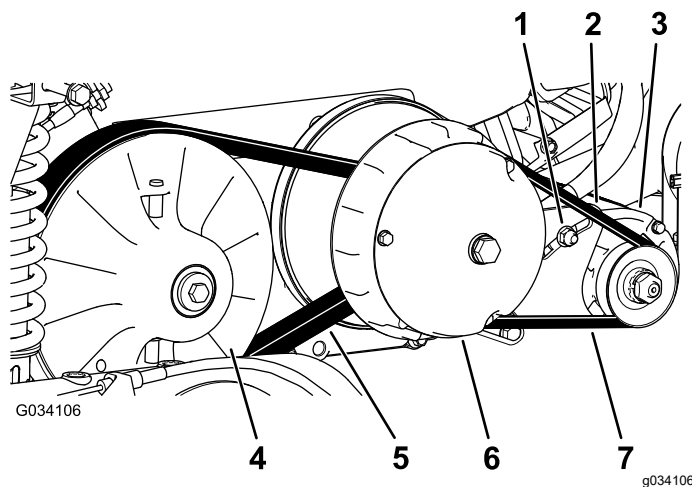

Bild 65
6. Drehen und prüfen Sie den Riemen (Bild 65) auf überdurchschnittliche Abnutzung oder Beschädigung.
3. Drehen Sie den Riemen und verlegen ihn über die sekundäre Kupplung (Bild 65).
4. Nehmen Sie den Riemen von der primären Kupplung (Bild 65).
5. Fluchten Sie den neuen Riemen über der primären Kupplung aus (Bild 65).
6. Drehen Sie den Riemen und verlegen ihn über die sekundäre Kupplung (Bild 65).
2. Lösen Sie die Drehmutter für den Startergenerator (Bild 65).
4. Drücken Sie das Stemmeisen nach unten, um den Starter nach unten im Schlitz zu drehen, bis die Riemenspannung nur eine Auslenkung von 6 mm erlaubt, wenn Sie eine Kraft von 44 N·m aufbringen (Bild 65).
5. Ziehen Sie die Drehmutter mit der Hand an und entfernen Sie das Stemmeisen (Bild 65).